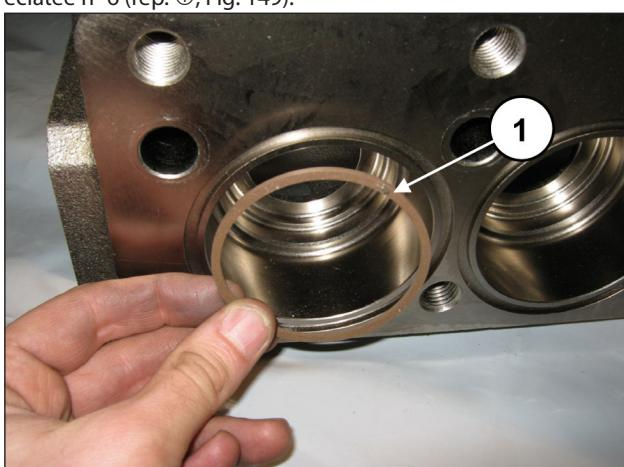

Fig. 149
Côté aspiration, placer la bague anti-extrusion, rep. vue éclatée n° 6 (rep. ①, Fig. 149).